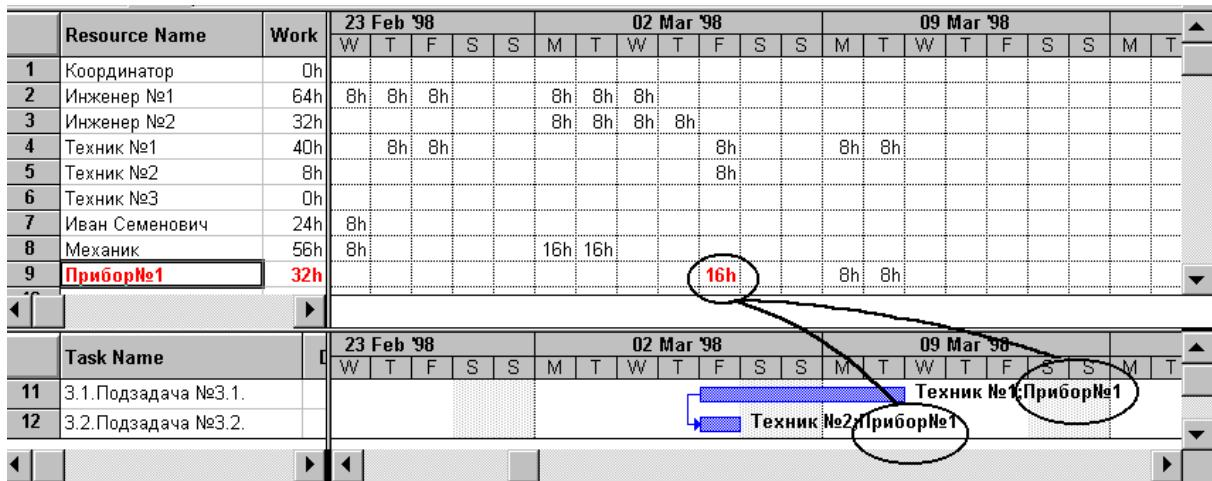

Рис.4.7.
- Просмотр назначенных ресурсов («Resource Allocation View» (Выделение ресурсов?), как показано на Рис.4.7.